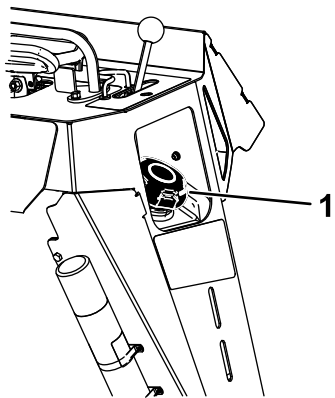

Figura 15
3. Limpe a área ao redor da tampa do tanque de combustível e a remova (Figura 15).